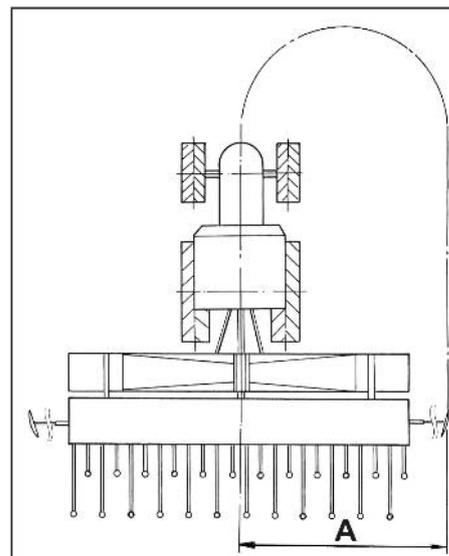

Fig. 54
4. Spuranreißerlänge auf Abstand „A“ (Fig. 54) einstellen.
Gemessen wird der Abstand A (Fig. 54)